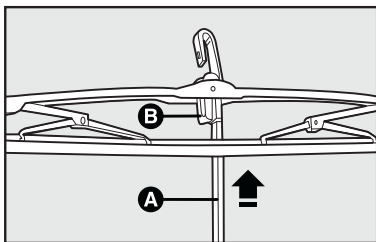

fig. 13
- 1) Levantar o braço **A**-fig. 13 do limpador e posicionar a escova de modo que forme um ângulo de 90° com o próprio braço.